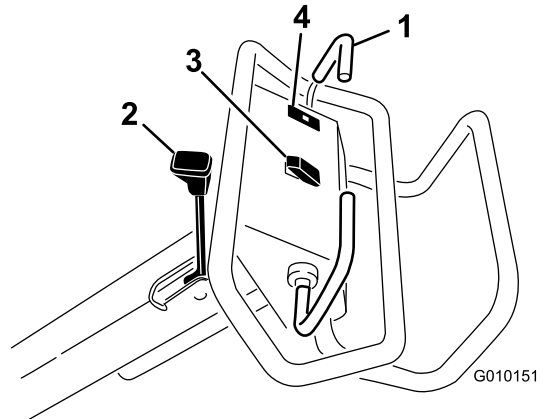

图 11
要向前移动请向前移动牵引把手。要向后移动请向后移动牵引把手 图 11。
- 要设定手刹请向操作员把手的方向移动手刹杆 图 11。
发动机油压低于安全水平时油压警告灯图 11 会亮起。如果出现低油压情况应关闭发动机并确定原因。再次启动发动机之前务必先修理好任何损坏的地方。
**升**——按开关的顶部图 11 可升起并分离打孔头。发动机必须运行才能产生提升压力。如果打孔头低于运输高度请参阅 重设系统控制电路 \(页码 22\)。
**降/接合**——按开关的底部图 11 可降下并接合打孔头。要使用开关牵引把手必须处于向前的位置。